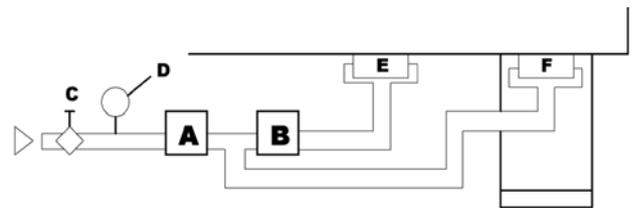

Bild IV.10: Variante 1
- Bei Wasserhärte über 0°N ist es notwendig eine Enthärter-Einheit vorzuschalten (Bild IV.10 und IV.11)
(Bild IV.10 oder IV.11)